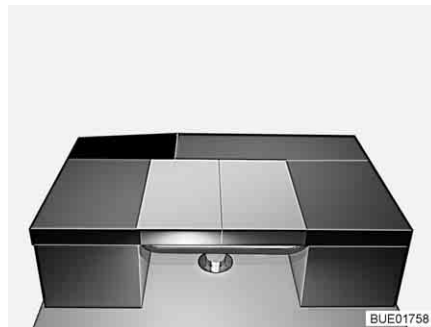

Bild 135 Efter ombyggnaden
- Lägg sidosittbänkens ryggdyna längs på bordet (se Bild 135).